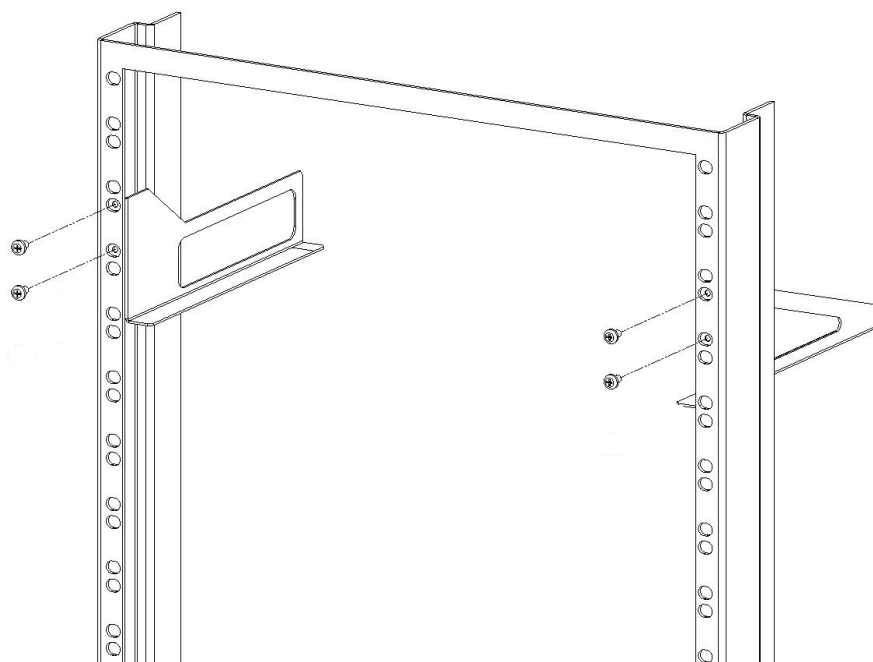

Figura 22. Fixação dos Suportes Laterais
1. Os suportes laterais possuem 4 furos roscados, cada um. Fixe os suportes no rack usando apenas os furos superiores, conforme ilustra o exemplo da Figura 22, e certifique-se de que os mesmos estão devidamente presos;